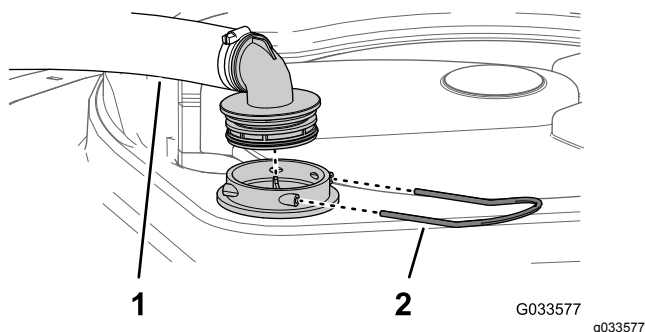

Figura 95
2. En la parte superior del depósito de fumigación, retire la horquilla de retención que sujeta el acoplamiento que está conectado a la manguera grande y al alojamiento del filtro (Figura 95).
3. Retire la manguera y el acoplamiento del alojamiento del filtro (Figura 95).